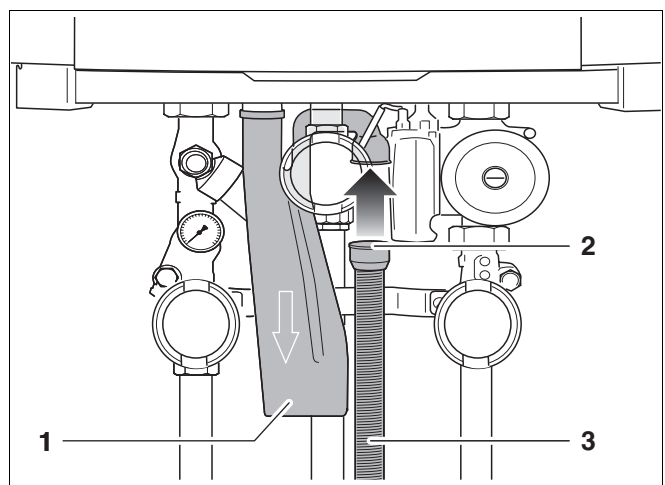

Fig. 8 Flexibele slang monteren
- Monteer de flexibele slang (fig. 8, **pos. 3**) en rubberen manchet (fig. 8, **pos. 2**) op het sifon (fig. 8, **pos. 1**).